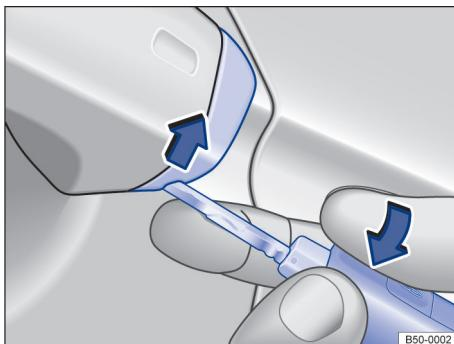

Fig. 55 Maçaneta da porta do condutor: levantar a capa de cobertura.
- Levantar a capa de cobertura com a chave do veículo no sentido da seta → Fig. 55.